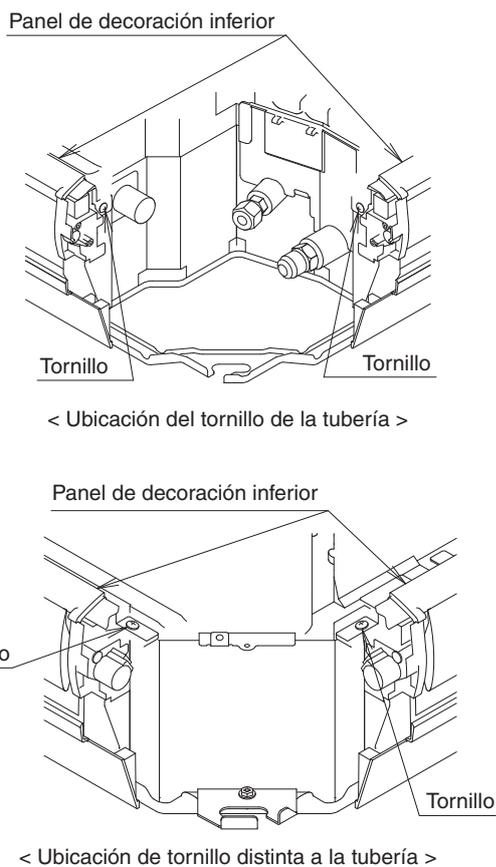

Fig.14
- \* Si le resulta difícil introducir el material de bloqueo, afloje los tornillos izquierdo y derecho del panel de decoración inferior e introdúzcalo. Asegúrese de apretar de nuevo los tornillos aflojados una vez fijado el material de bloqueo. **(Refiérase a la Fig. 14)**